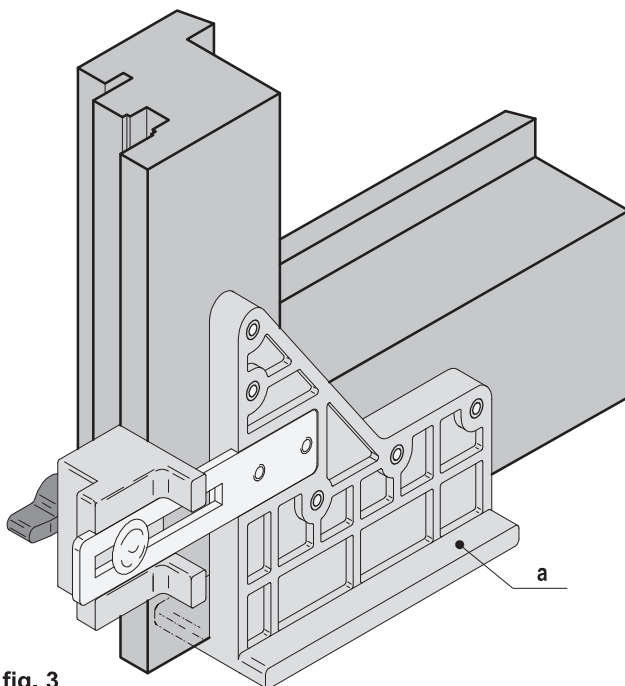

fig. 3
- 2) Posizionare la dima art. M02030.00.02 (a) in battuta sul traverso inferiore e su un montante del battente scorrevole (fig. 3). Praticare cinque fori con punta da 4 mm, profondità 40 mm.